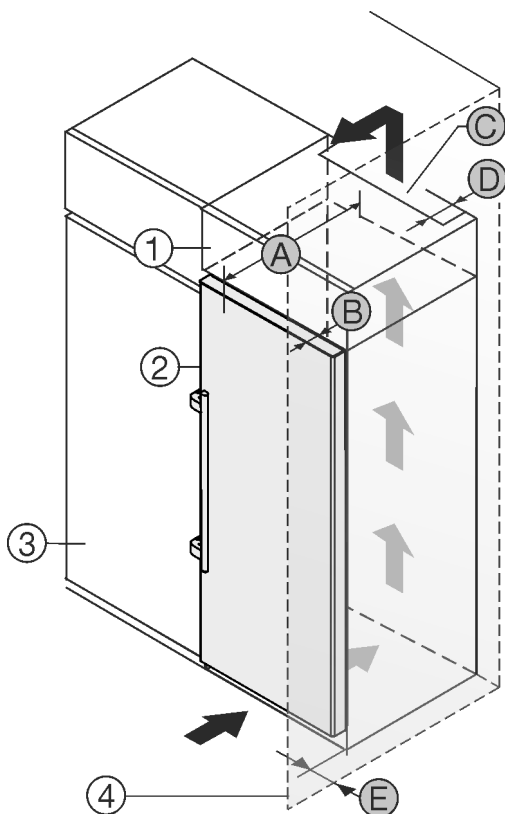

Fig. 2
A készülék közvetlenül a konyhaszekrény Fig. 2 (3) mellé állítható.*
A rátétszekrény hátoldalán egy megadott mélységű Fig. 2 (D) szellőzőaknát kell kialakítani a rátétszekrény teljes szélességében.*
A mennyezett alatt be kell tartani a szellőző keresztmetszetet Fig. 2 (C)*
Ha a készüléket a zsanérjaival a fal Fig. 2 (4) mellé állítja fel, legalább 57 mm távolságot kell tartani a faltól. Ez a fogantyú túlnyúlásának felel meg, amikor kinyitja az ajtót.*
Ahhoz, hogy az ajtót teljesen ki tudja nyitni, a készüléknek a konyhaszekrény elülső oldalához képest legalább az ajtó mélységének Fig. 2 (B) megfelelően ki kell állnia. A konyhaszekrények Fig. 2 (3) mélységétől és a fali távtartók használatától függően a készülék nagyobb mértékben is túllóghat előre felé.*